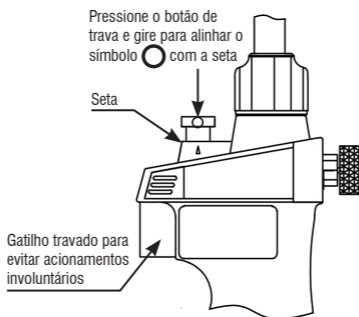

Figura 10 – Trava de segurança do gatilho
2. Aperte o gatilho (3) para ventilar o gás restante no interior do maçarico.
3. Posicione o botão de trava e destrava do gatilho (9) na posição  (consulte a tabela 2) para acionar a trava de segurança do gatilho (veja a Figura 10).